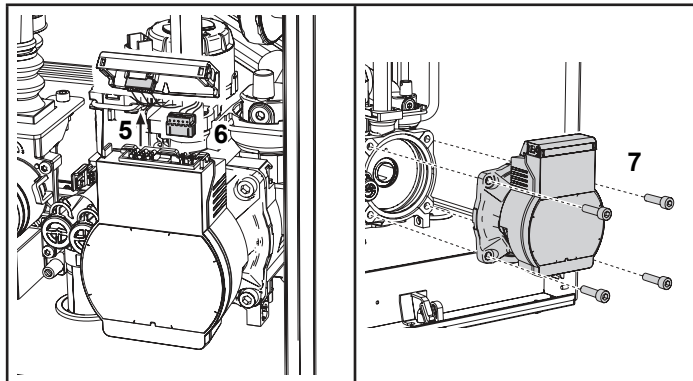

fig. 67 - Sostituzione/manutenzione circolatore della pompa di calore
- Svitare e togliere il gruppo motore del circolatore ("7" di fig. 67.) e togliere il circolatore.